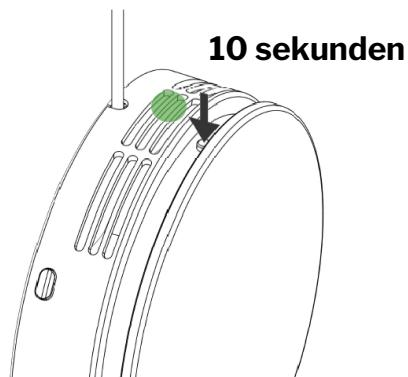

Abbildung 26 - Filteralarm zurücksetzen
- Nach Durchführen des Funktionstests den Filteralarm zurücksetzen. Das System einschalten und die Taste 10 Sekunden gedrückt halten, siehe Abbildung 26. Das Zurücksetzen ist abgeschlossen, wenn das grüne Licht 2 Sekunden lang leuchtet.